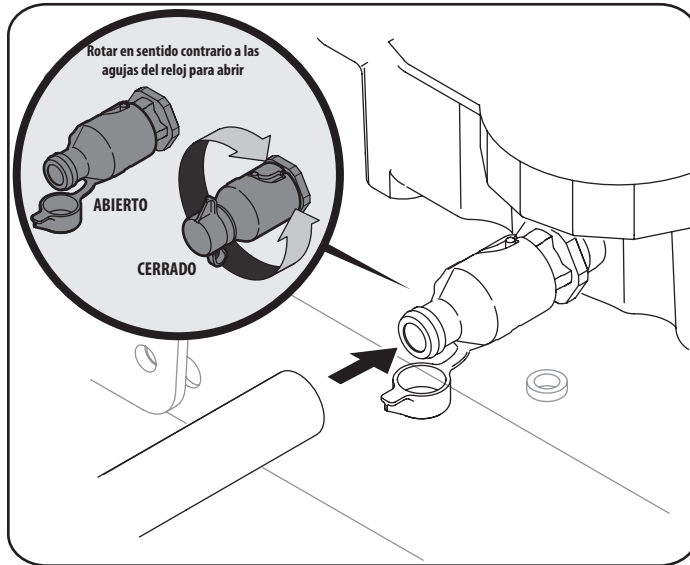

Figura 19
3. Abra la tapita protectora del extremo de la válvula de drenaje para visualizar el orificio de drenaje. Consulte el recuadro de Figura 19.
6. Empuje ligeramente la válvula de drenaje de aceite y gire hacia la izquierda para abrir y permitir el flujo de aceite. Consulte la Figura 19.